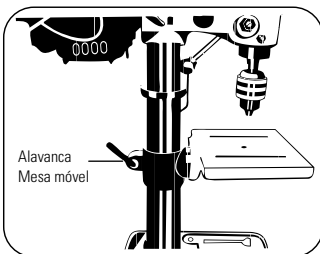

FIGURA 7.9
- Quando a posição desejada for atingida, aperte firmemente a Alavanca da Mesa Móvel para que a mesa **6** não se mova mais (Figura 7.9).
- Afrouxe a Alavanca da Mesa Móvel (Figura 7.9).